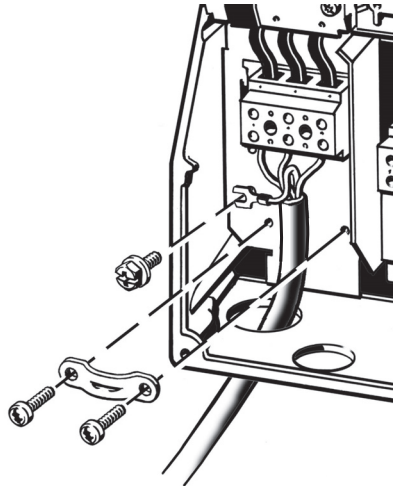

Fig. 14 Nettilslutning, B1 og B2
1. Tilslut jordlederen til klemme 95 (PE). Se fig. 14.